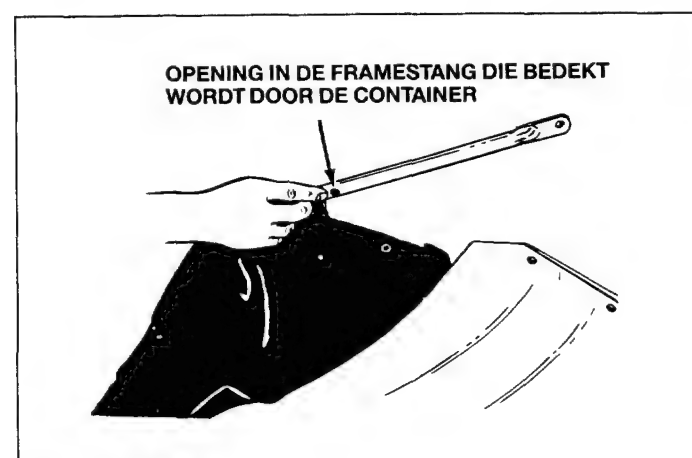

Fig. 13
2. Zoek de openingen op aan de zijkant van de beide framestangen. Zie fig. 13. Later moeten er bij deze openingen gaten gemaakt worden in het containerweefsel.